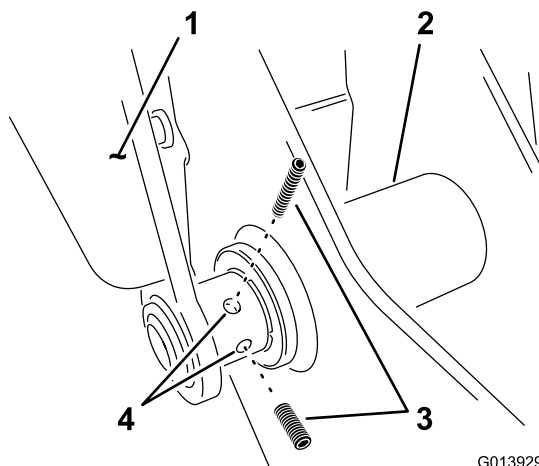

Figura 7
- Enrosque los 2 tornillos de fijación en el brazo izquierdo, en el punto de giro inferior (Figura 7).
6. Apriete los 2 tornillos de fijación del brazo de pivote izquierdo, consulte Figura 7 en Instalar los brazos de sujeción en el bastidor de soporte \(página 7\).